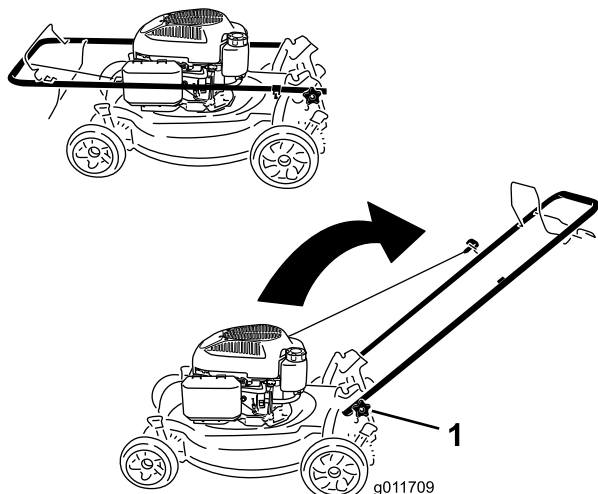

Figura 3
1. Afloje los pomos del manillar (Figura 3).
1. Pomo del manillar (2)
3. Apriete los pomos del manillar firmemente a mano (Figura 3).